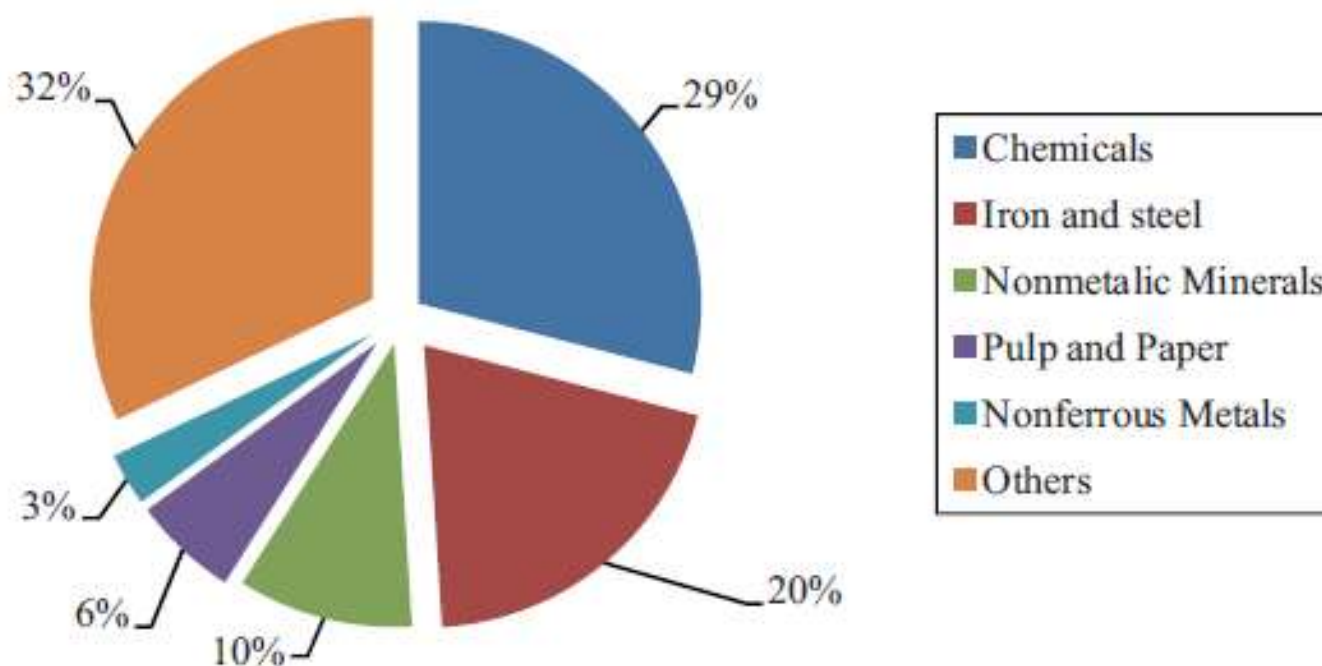

Fig. 13. World industrial sector energy consumption by major energy-intensive industry shares in 2006 [1].
- Con riferimento ai dati del 2006, **cinque settori coprono il 68% del consumo energetico industriale totale** (Fig. 13): chimico (29%), siderurgico (20%), minerali non metallici (10%), cartario (6%), metallic non ferrosi (3%).